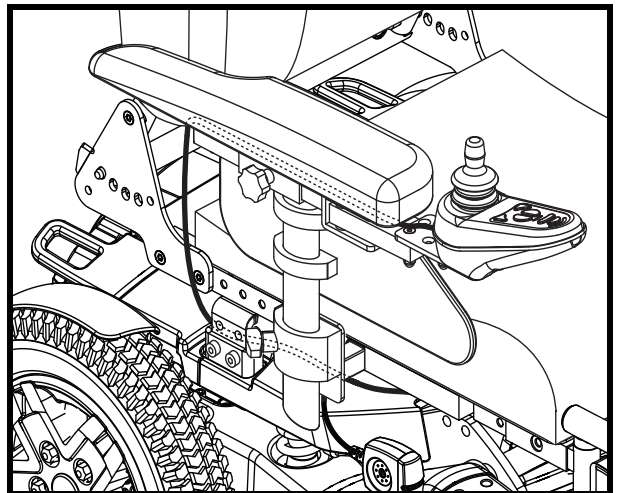

Figure 20. Câble passé
7. Diriger le harnais de contrôleur au devant de la base de pouvoir et reconnecter le contrôleur. **Voir la figure 20.**